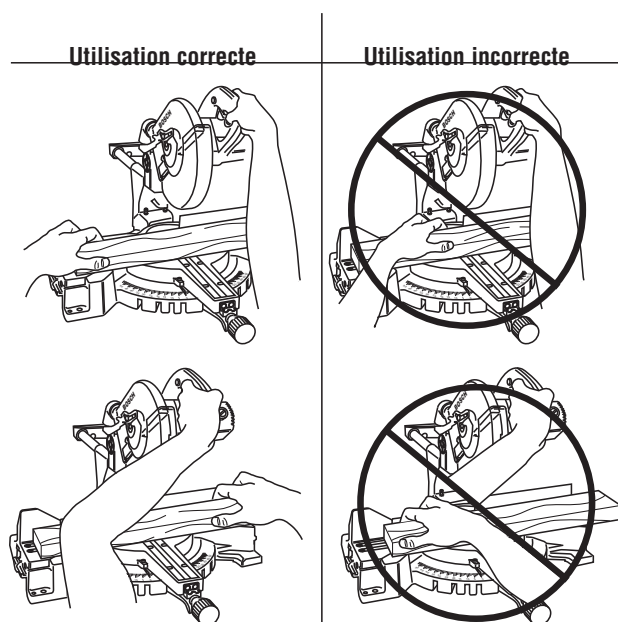

Figure 18. Positions des mains
**⚠ AVERTISSEMENT** Positionnez votre corps et vos mains adéquatement pour rendre la coupe plus facile et plus sûre. Observez les instructions suivantes (Figure 18).
- Tenez fermement l'ouvrage (en dehors de la zone interdite aux mains) contre le guide pour empêcher tout mouvement (Fig. 18).